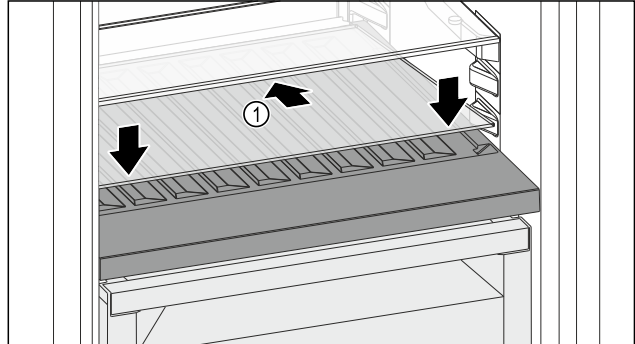

Fig. 140
- ▶ Glasplatte Fig. 140 (1) schräg und nach hinten unten geneigt ansetzen.
- ▶ Glasplatte Fig. 140 (1) vorne absenken.